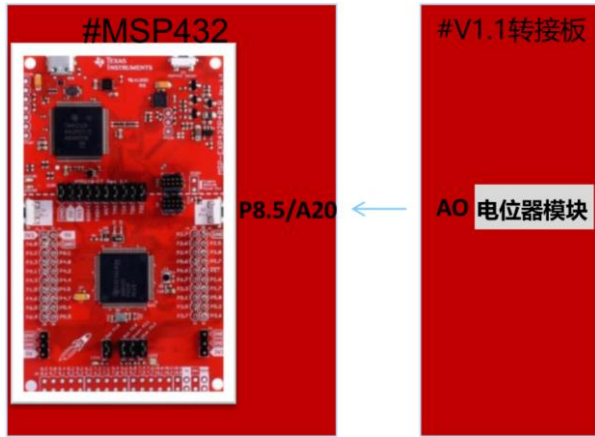

图 5. 电位器引脚连接
我们将采集电位器模块的电压值，经过 ADC 转换器转换，把转换后的数值通过 PC 端口打印出来。您将在机器人上面安装 V1.1 转接板，然后在 V1.1 转接板的 ②号位置安装电位器模块。该案例电位器模块将连接到 MSP432 的 P8.5 引脚使用 A20 通道。引脚连接如下图 5 所示：